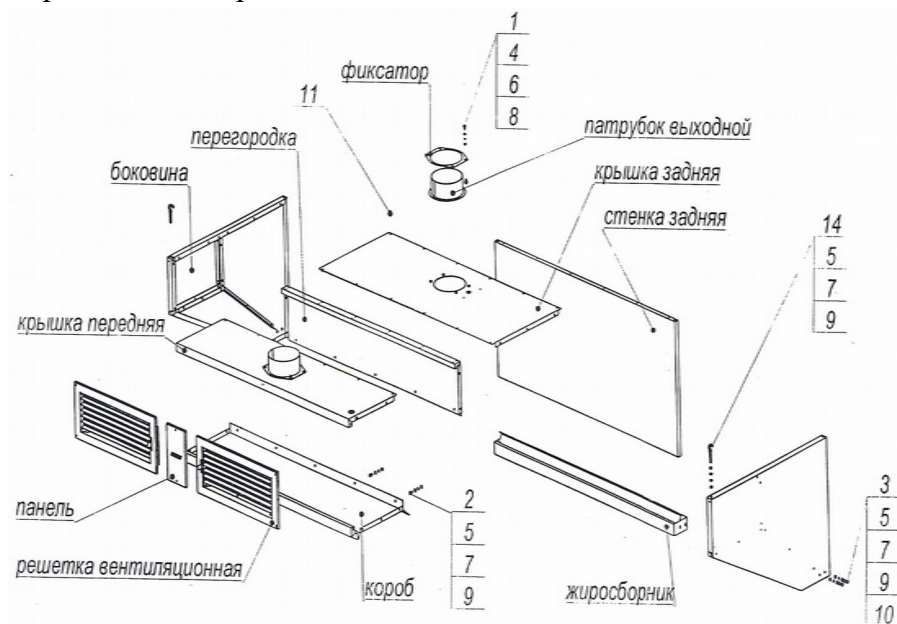

Рис.1
4.6.1. Вынуть все комплектующие и комплект крепежа из упаковки. Сборку производить согласно схеме на рис.1.